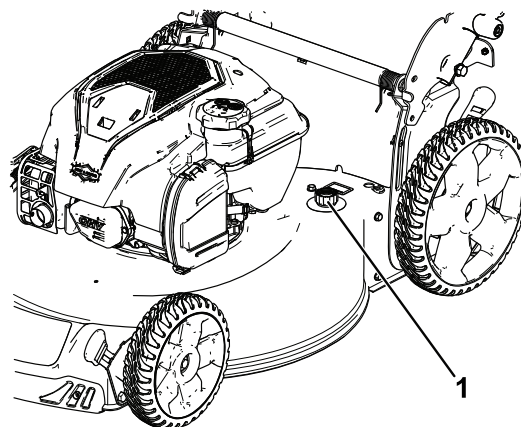

Figure 22
4. Branchez un tuyau d'arrosage, relié à une arrivée d'eau, au raccord de lavage (Figure 22).